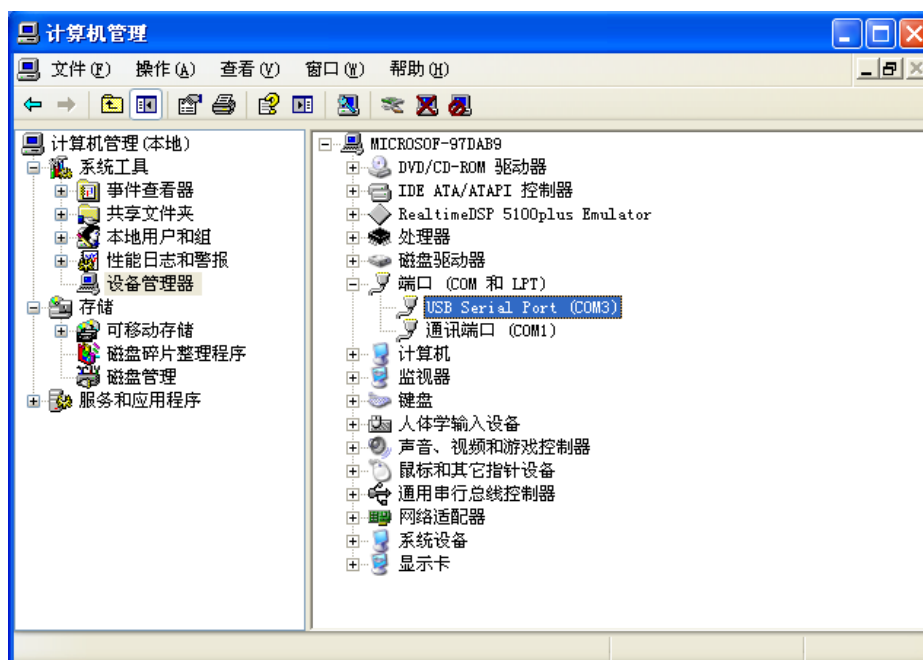

图 2-20
- ◆ 如图 2-20，安装完成后，系统显示成功安装驱动的提示。单击“完成”，确定安装好设备的 USB Serial Port 驱动。